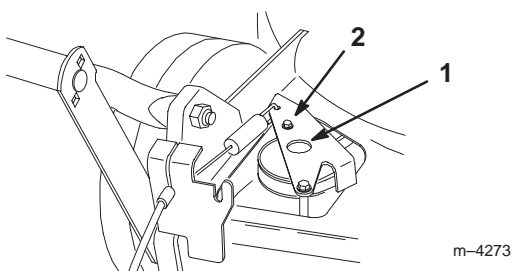

Figure 21
4. Appuyez sur le support de transmission jusqu'à ce qu'il touche la tondeuse, puis maintenez-le en place (Fig. 21).
5. Tout en maintenant le support de transmission dans cette position, repoussez la gaine du câble aussi loin que possible en arrière (vers la tondeuse) jusqu'à ce que la partie supérieure du mancheron se rétracte et que le câble soit tendu (Fig. 21).